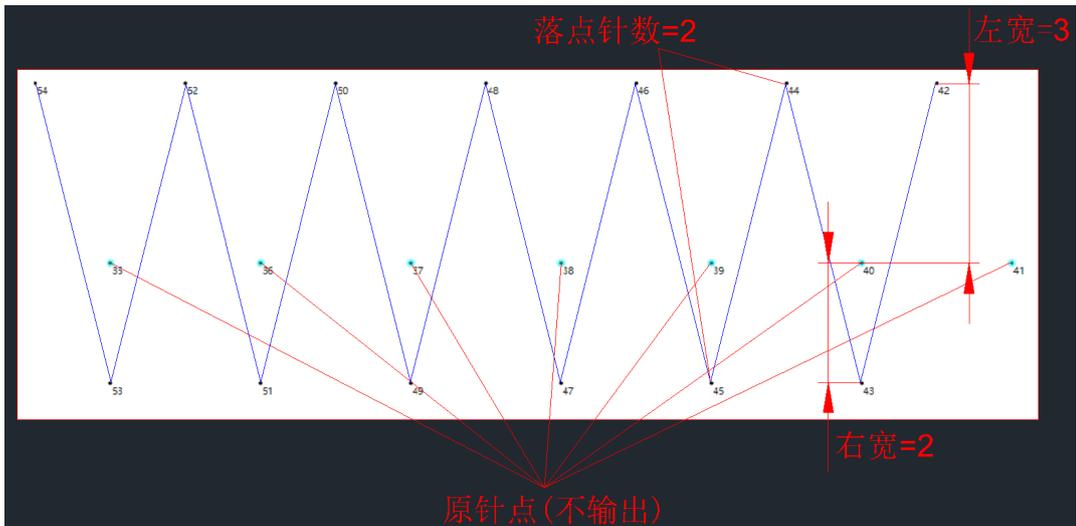

图 5.3.10f V 型缝操作示意
(2)V 型缝：以参数宽为 4，左宽为 3，右宽为 2，跨度为 3，起缝点为左，落点针数为 2，等宽取消勾选，保留原针迹(选择整段有效)勾选，曲折缝形状为 V。当针距小于跨度时只在原针点之间插入一个点。如下图 5.3.10f 所示。